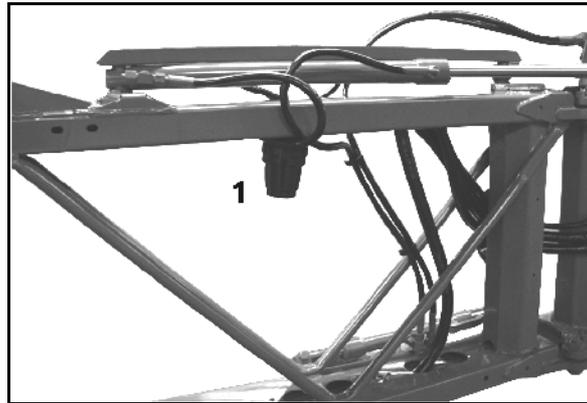

Fig. 152
- Nettoyez les filtres de conduite (Fig. 152/1) en fonction des conditions d'utilisation, environ tous les 3 à 4 mois.